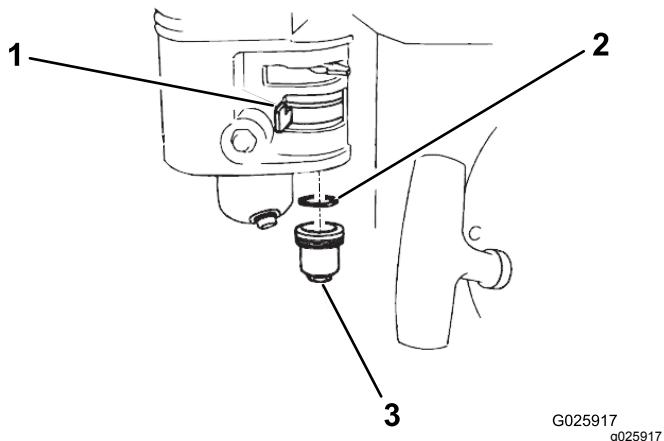

Figura 35
- Mueva la válvula de combustible a la posición de CERRADO, luego retire la taza de sedimentos y la junta tórica (Figura 35).